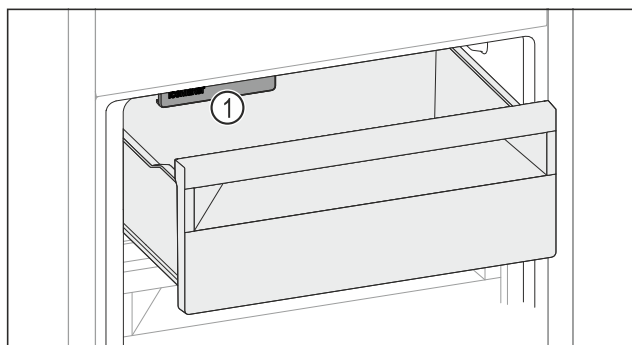

Fig. 162
- ▶ Uwzględnić IceMaker Fig. 162 (1).